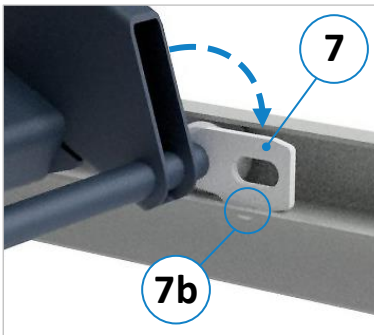

Abbildung 9: Sicherungs-Sperrklinke
Zur Sicherung den Hubtisch so weit nach oben fahren, dass die Sperrklinken (7) umgeklappt werden können. Sperrklinken (7) nun manuell um 180° umklappen, so dass sie in die Rastpunkte (7b) einrasten (⇒ Abbildung 9).
Den Hubtisch so weit nach oben positionieren, dass die Sperrklinken (7) umgeklappt werden können. Dann die beiden Sperrklinken zur Sicherung umklappen (siehe ⇒ Abbildung 9) und den Hubtisch so weit absenken, dass die Sperrklinken wirken. Der Hydraulikzylinder ist nun entlastet und zum Ausbau zugänglich.